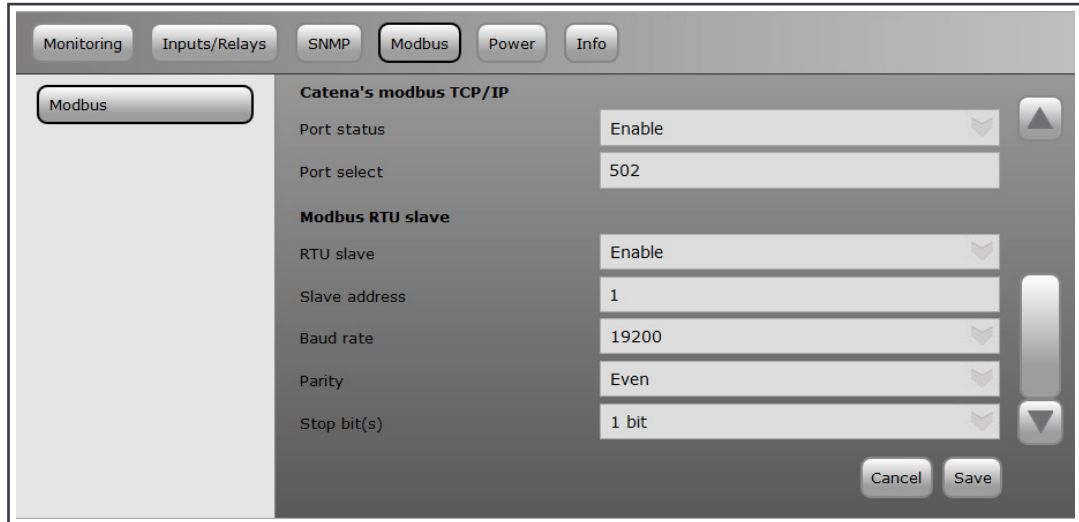

Fig. 7 : paramètres Modbus au sein du T2S ETH
7. Vérifier si les paramètres **Modbus RTU** coïncident avec le **T2S-ETH** au sein de la section Modbus (fig. 7).